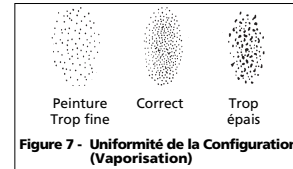

Figure 7 - Uniformité de la Configuration (Vaporisation)
4. Tirer brusquement sur la gâchette en tournant le bouton de réglage de fluide au sens contraire des aiguilles d'une montre. Observer la configuration du débit sur la cible et ajuster le bouton de réglage de fluide jusqu'à ce que vous obtenez la configuration (vaporisation) désirée (Voir Figure 7).